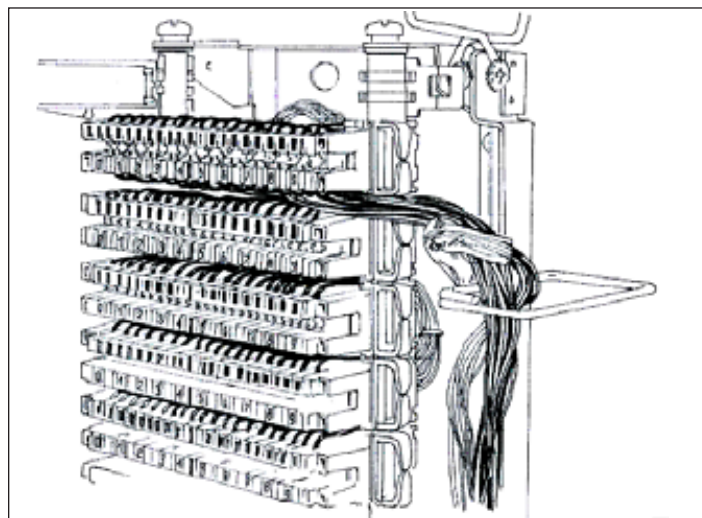

Рис. 3.5. Закладывание кроссовых проводов в органайзер
3.5.4. Жгуты кроссовых проводов, выходящие из боковых скоб плинтов, закладывают (при наличии) в ближайший органайзер (рис. 3.5).